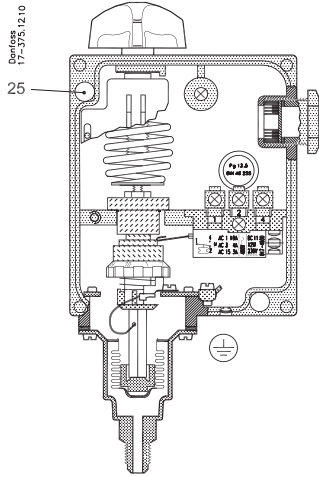

Fig. 1
The pressure switch is designed for fitting on the valve panel or the compressor. Use the mounting holes pos. 25, fig. 1. If the control is subjected to vibration, it should be mounted on a soft intermediate base.
Pressostaten monteres på ventiltavlen eller på selve kompressoren. Benyt monteringshullerne pos. 25, fig.1. Hvis apparatet kan blive udsat for vibrationer, bør der monteres på et blødt underlag.